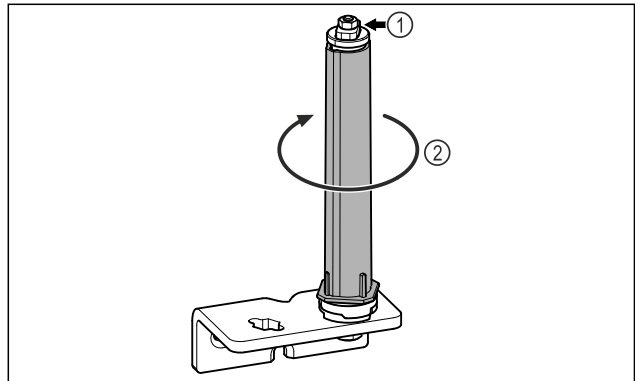

Fig. 18
- ▶ Ne szedje szét az ajtózáró rendszert Fig. 18 (1).
- ▶ Forgassa el a zárórendszert Fig. 18 (2), amíg az be nem kattann.